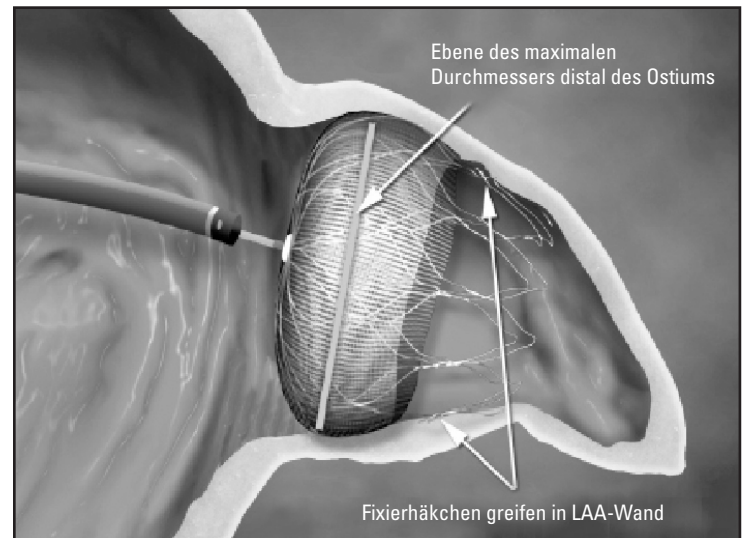

Abbildung 5. Position und Größe der WATCHMAN LAA-Verschlussvorrichtung
- A. **Position:** Die Ebene des maximalen Durchmessers befindet sich am oder unmittelbar distal des LAA-Ostiums und umspannt das gesamte Ostium (siehe Abbildung 5).
- C. **Größe (Kompression):** Die Ebene des maximalen Vorrichtungsdurchmessers messen (siehe Abbildung 5). Tabelle 2 als Richtlinie verwenden.